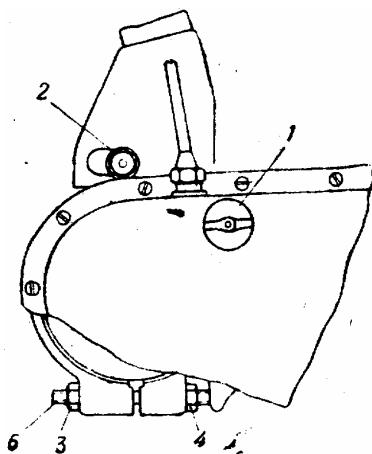

Рис. 26. Регулировка натяжения цепи генератора:
3. Отвернуть и поднять защитные трубы клапанов. С нижней части стержня 1(рис. 26) клапана и головки регулировочного болта 2 удалить смазку.
1. Вынуть пробку контрольного отверстия 1 (рис. 26) на крышке картера привода генератора.